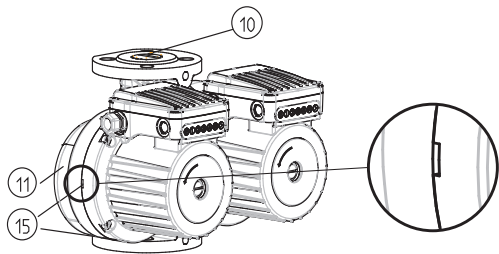
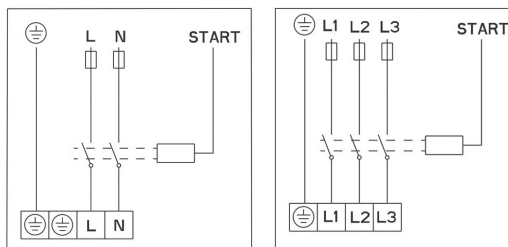

Abb.3
Abb. 4
- GHND (basic, auto), GHNMD (basic, auto) – Pumpen verfügen über ein doppeltes Hydraulikgehäuse (Abb.3 – Pos.11), mit eingebauter Kippklappe (Abb.3 – Pos.10), die, abhängig vom Fluss des Mediums durch die eine oder andere Pumpe, selbsttätig kippt.
Die Anschließung der Pumpen muss nach dem Schaltplan (Abb. 4), der an der Unterseite des Motordeckels abgebildet ist, erfolgen. Zuerst muss der obere Deckel abgeschraubt werden (Abb.3 – Pos. 2).